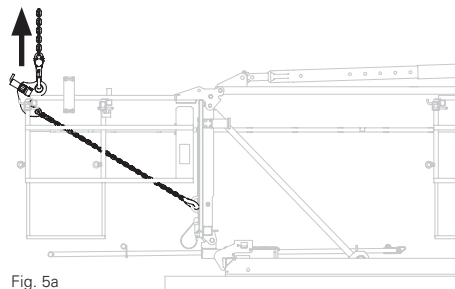

Fig. 5a
1. Raddrizzare l'unità di cassaforma con la gru. Fig. 5a, 5b, 5c